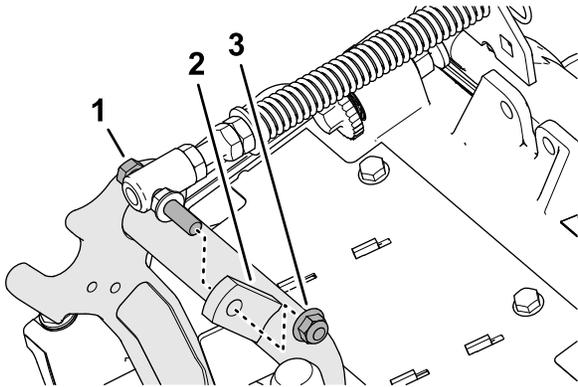

图 19
3. 拆下将草坪补偿弹簧的平头螺丝固定到承载架右侧凸耳的凸缘锁紧螺母 $\frac{3}{8}$ 英寸然后从滚刀组上拆下补偿弹簧图 19。